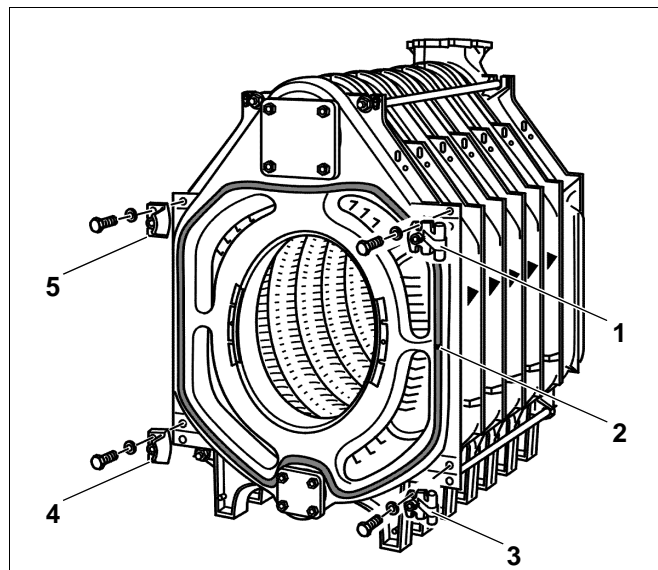

Fig. 28 Montaggio delle cerniere e dei listelli di chiusura
- Introdurre alcune gocce di collante Silastik, distanti fra loro dai 15 ai 20 cm, nelle scanalature di tenuta attorno alle aperture della camera di combustione e dei tiraggi dei gas scaldanti all'elemento anteriore (fig. 28).
- Inserire il cordone ermetizzante GP nella scanalatura di tenuta all'elemento anteriore. La congiunzione dei cimali del cordone ermetizzante deve essere disposta lateralmente (fig. 28, **pos. 2**).
- Avvitare i ganci delle cerniere (per battuta a destra fig. 28, **pos. 1 e 3**) con 2 bulloni esagonali M 12 x 55 ciascuno, all'elemento anteriore. Per la battuta a sinistra, i ganci delle cerniere devono essere corrispondentemente avvitati sulla parte sinistra.
- Avvitare i listelli di chiusura con smussatura di scorrimento per la porta del bruciatore (battuta a destra) all'elemento anteriore, con due bulloni esagonali M12 x 55 ciascuno (fig. 28, **pos. 4 e 5**). Per la battuta a sinistra, avvitare i listelli di chiusura sulla parte destra.